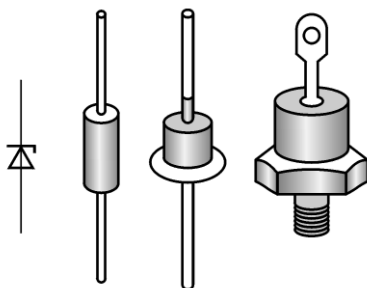

图 1 稳压二极管表示符号和外形图
1. 符号与外形图 稳压二极管是一种特殊的面接触型二极管，由于它在电路中与适当数字的电阻配合后能起稳定电压的作用，故称为稳压管。其表示符号和外形图如图 1 所示。